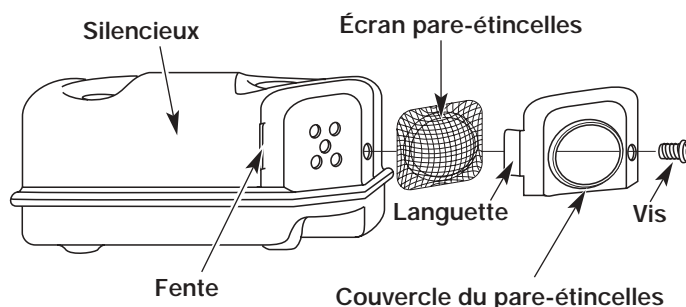

Fig. 48
2. Retirez la vis retenant le couvercle du pare-étincelles au silencieux à l'aide d'un tournevis à lame plate ou à mèche no. T-20 Torx (Fig. 48).